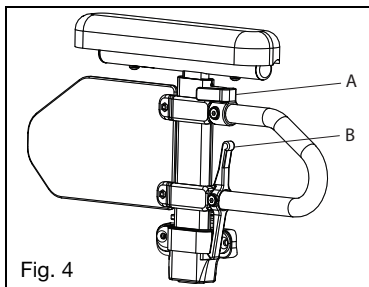

Fig. 4
- b. Armlenet låses automatisk på plass. Kontroller for å sikre at låsespaken er som vist (fig. 4:B).
- a. Roter utløserspaken (fig. 4:A).
d. Skyv armlenet inntil øvre arm låses på plass. Kontroller for å sikre at låsespaken er som vist (fig. 4:A).
- a. Klem inn utløserspaken (fig. 4:B) og fjern armlenet.